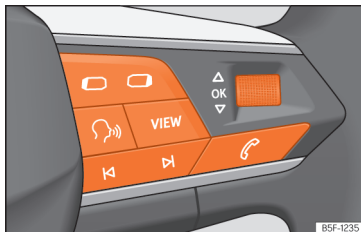

Abb. 70 Rechte Seite des Multifunktionslenkrads: Bedienelemente für die Menüs und Informationsanzeigen im Kombi-Instrument.
Solange eine Warnung der Priorität 1 vorliegt, »» Seite 81, kann auf kein Menü zugegriffen werden. Einige Warnmeldungen können bestätigt und ausgeblendet werden über die Taste **OK** am Multifunktionslenkrad »» **Abb. 70**.
- Falls eine Meldung oder das Fahrzeug-Piktogramm angezeigt wird, drücken Sie die Taste **OK** »» **Abb. 70**; ggf. mehrere Male.
- Zum Menüwechsel verwenden Sie die Tasten **◀** oder **▶** »» **Abb. 70**.
- Um das Menü oder die Informationsanzeige aufzurufen, die angezeigt wird, drücken Sie die Taste **OK** »» **Abb. 70** oder warten Sie einige Sekunden lang bis das Menü oder die Informationsanzeige automatisch geöffnet werden.
- Im angezeigten Menü, drehen Sie das rechte Rädchen am Multifunktionslenkrad »» **Abb. 70** bis der gewünschte Menüpunkt markiert ist. Der Menüpunkt wird umrahmt dargestellt.
- Drücken Sie die Taste **OK** »» **Abb. 70**, um die gewünschten Änderungen vorzunehmen. Eine Markierung zeigt an, dass die entsprechende Funktion bzw. das System aktiviert sind.
Drücken Sie die Taste **◀** oder **▶** »» **Abb. 70**.